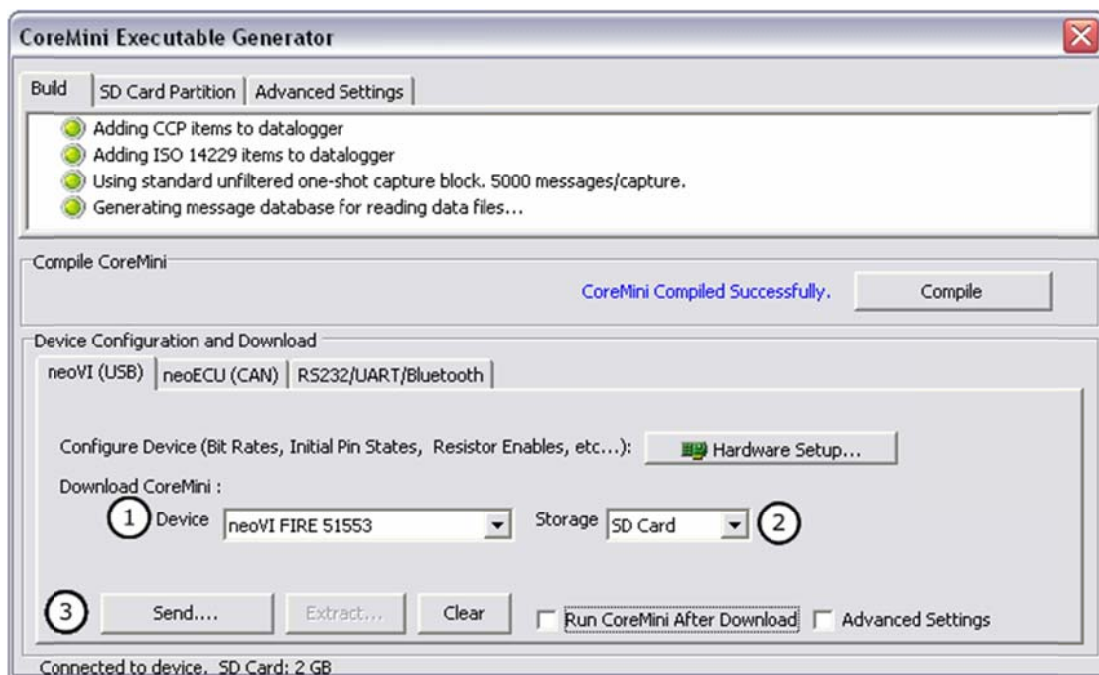

图 9-24 CoreMini 控制台
在您完成所有需要的配置之后, 按下 “Generate CoreMini for Logger” 按钮。这将打开 CoreMini 控制台。打开后从下拉菜单中 (如图 9-24 中①所示) 选择您的设备。确保选择了 SD 卡 (如图 9-24 中②所示)。最后, 单击 “Click” 按钮传输 CoreMini 至 neoVI (如图 9-24 中③所示), 已成功设置记录仪。